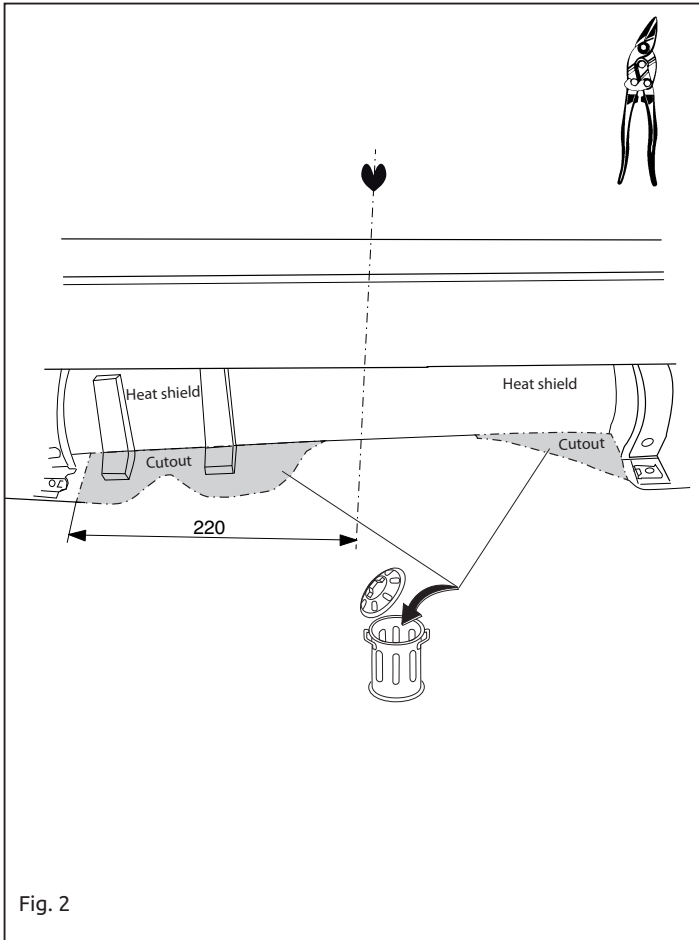

Fig. 2
5. Выпилить часть из теплозащитного экрана, как указано на рис. 2.